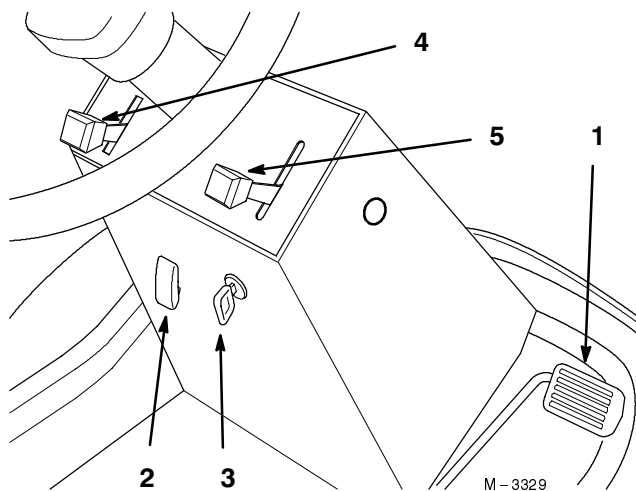

Figure 9
1. Mettez la manette d'accélérateur en position de ralenti ("SLOW") (Fig. 9).
2. Tournez la clé de contact à la position contact coupé ("OFF") (Fig. 9).